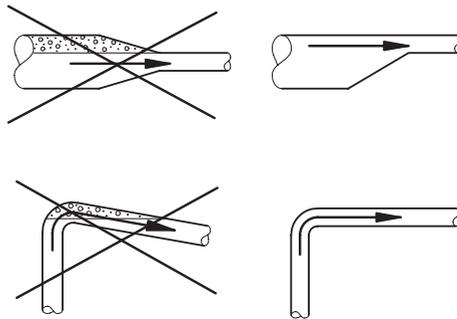

Рис. 4 Установка всасывающего трубопровода
4. Оптимальным является такой монтаж насоса, при котором он максимально близко установлен к источнику перекачиваемой жидкости. Установка JPA PT должна устанавливаться в горизонтальном положении. Внутренние диаметры трубопроводов не должен быть меньше диаметра патрубка насоса. Рекомендуется во всасывающей магистрали предусматривать установку приемного клапана. Если высота всасывания превышает 4 метра или используется всасывающий горизонтальный трубопровод большой протяженности, рекомендуется использовать всасывающий трубопровод большего диаметра, чем диаметр впускного отверстия насоса. Всасывающий трубопровод должен быть установлен таким образом, чтобы исключить перегибы, образование воздушных карманов и любых других ограничивающих поступление воды факторов (см. рис. 4).